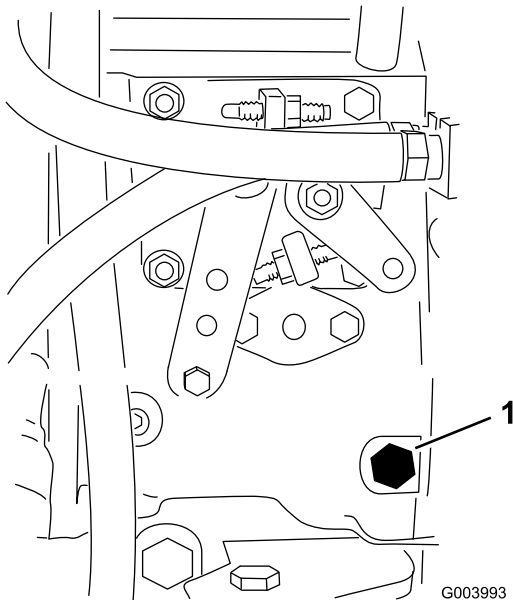

Bild 20
3. Öffnen Sie die Entlüftungsschraube an der Kraftstoffeinspritzpumpe (Bild 20) mit einem 12 mm Schraubenschlüssel.